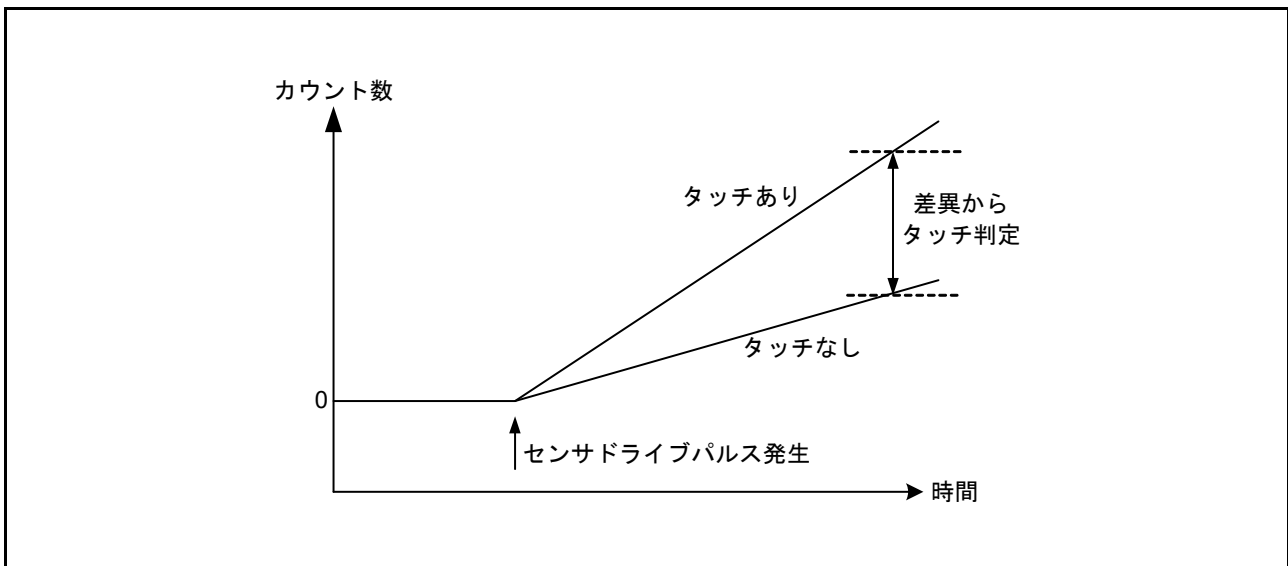

図 32.7 接触 / 非接触による計測値の変化
(1) と (2) の充放電を早いタイミングで切り替えることにより、スイッチドキャパシタフィルタに電流が流れます。このとき、人体の接近により静電容量値が変わるため、流れる電流が変化します。TSCAP 電源を生成する回路からスイッチドキャパシタフィルタに流れる電流に比例した制御電流を ICO に供給することで、クロックを生成します。人体の接近によって変わるクロック周波数をカウンタで計測し、読み出したカウンタ値を用いて、ソフトウェアで人体の接近を判定します ( 図 32.7)。